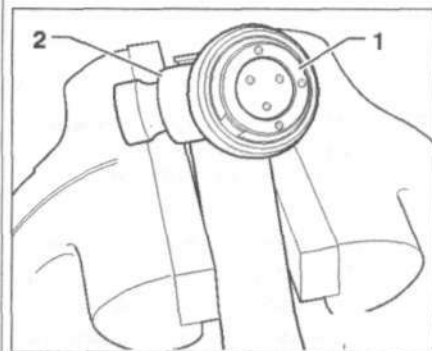

Рис. 9.28. Пометьте расположение роликов 1 по отношению к трехшиповику 2 с помощью фломастера. Снимите ролики 1 и положите их на чистую поверхность.
6. Пометьте расположение роликов 1 по отношению к трехшиповику 2 с помощью фломастера (рис. 9.28). Снимите ролики 1 и положите их на чистую поверхность.